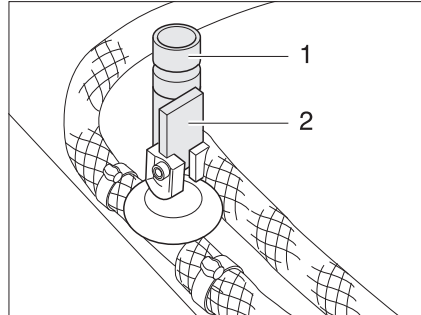

Fig. 124 Llaves de desagüe para la caldera Truma
- Cerrar todas las llaves de desagüe de la caldera. Para esto, poner el balancín (Fig. 124,2) en posición horizontal o bien girar la tapa (Fig. 124,1) en sentido de las agujas del reloj.
- Abrir todas las llaves de desagüe de la caldera. Para esto, poner el balancín (Fig. 124,2) en posición vertical o bien girar la tapa (Fig. 124,1) en sentido contrario a las agujas del reloj.